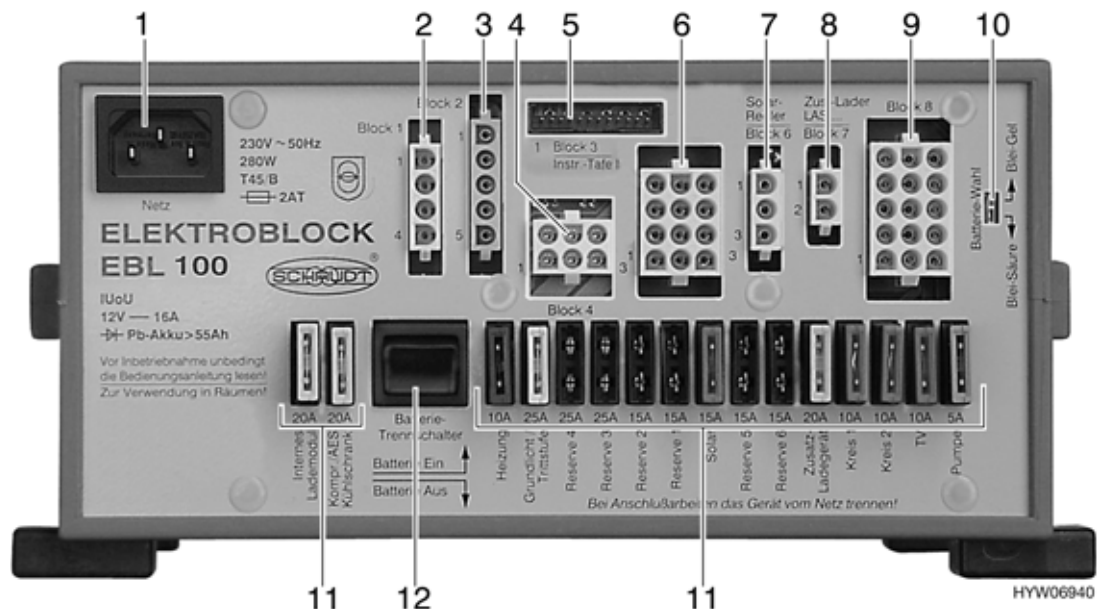

Bild 97 Elektroblock EBL 100
Der Elektrobloc (Bild 97) befindet sich:
Der Batterie-Trennschalter (Bild 97,12) schaltet alle 12-V-Verbraucher des Wohnbereichs aus, auch das Sicherheits-/Ablassventil der Heizung. Dadurch wird eine langsame Entladung der Wohnraumbatterie vermieden, wenn das Reisemobil über längere Zeit nicht benutzt wird (z. B. vorübergehende Still-Legung).
- ▷ Die werkseitige Einstellung des Batterie-Wahlschalters (Bild 97,10) ("Blei-Gel") nicht verändern.